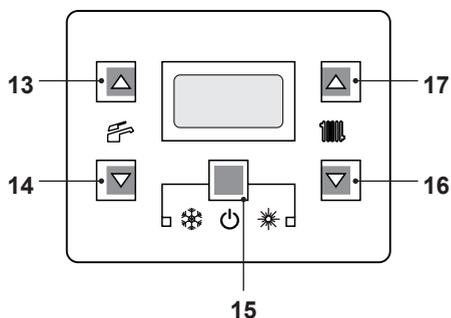
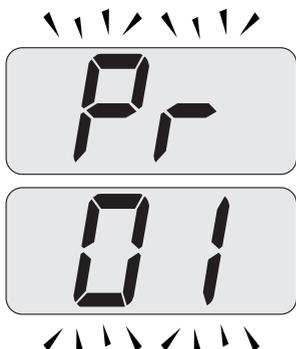
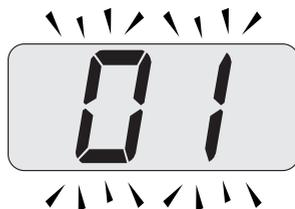

Figura 9.26
Figura 9.27
Figura 9.28
- Entrare in "modalità programmazione" premendo contemporaneamente per 10 secondi i tasti 15 - 16 - 17 (Figura 9.26) fino a far apparire sul display LCD le lettere **Pr** che si alternano con il codice **01** indicanti l'entrata nel "parametro 01" (Figura 9.27).
- Premere contemporaneamente i tasti 15 e 17 (Figura 9.26) fino a far apparire sul display LCD il valore del parametro 01 (Figura 9.28) (14=Idea.eco 12 solo, 30=Idea.eco 25 solo o 31=Idea.eco 35
- Premendo contemporaneamente i tasti 15 e 16 (Figura 9.26) si esce senza modificare il valore (ritorno alla lista parametri Figura 9.27).
- Premendo contemporaneamente per 10 secondi i tasti 15 - 16 - 17 (Figura 9.26) si esce dalla "modalità programmazione".